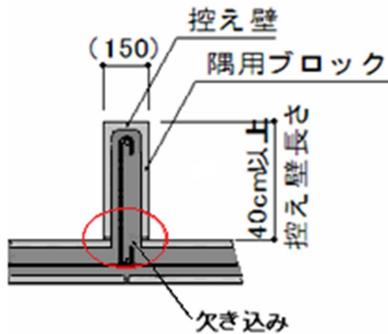

図 8 控壁平面図
- 控壁の縦の空洞部の充填は、図 8 に示すように控壁が接する本体のブロックのフェースシェル部分を欠き、できた本体の縦空洞部と控壁の縦空洞部に充填を行う。また、控壁の縦空洞部はすべて充填をする。